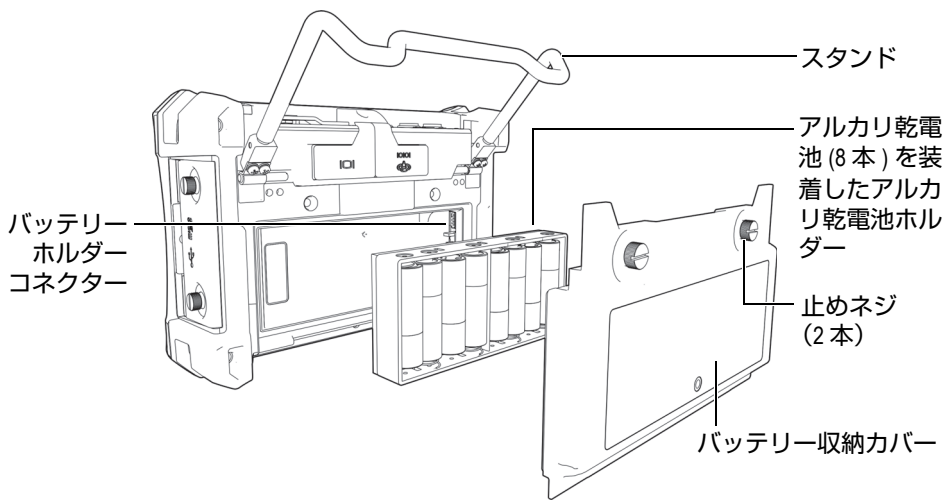

図 2-11 アルカリ乾電池ホルダー
1. BondMaster 600 のスタンドを開きます (45 ページの図 2-11 参照)。